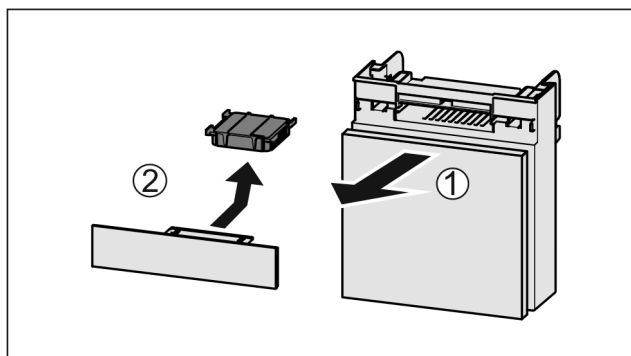

Fig. 142
- ▶ Wyciągnąć Fig. 142 (1) komorę do przodu.
- ▶ Wyjąć Fig. 142 (2) filtr z węglem aktywowanym.